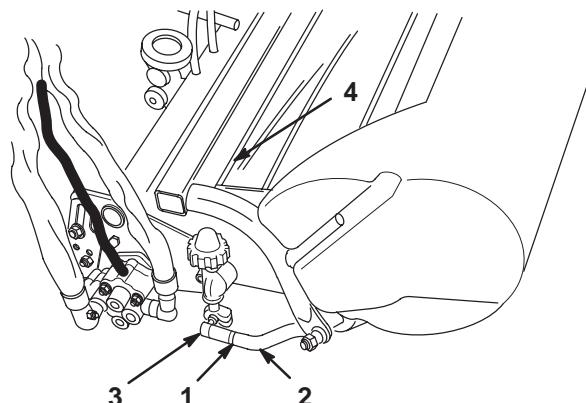

Figure 11
- Montez les paniers sur les bâts de traction, desserrez les contre-écrous des bras de traction et réglez les rotules pour obtenir un espace de 6,4 à 12,7 mm entre le bord du panier et les lames du cylindre (Fig. 11).
- Alignez les boîtes des rotules de sorte que le côté ouvert soit centré vers la sphère. Serrez les contre-écrous pour fixer les boîtes de rotules en position (Fig. 11).